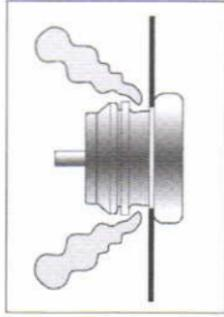

Fig. 7
Lorsque la pression est au-delà du premier niveau la soupape se soulève de son siège (fig. 7).
- APRES PLUS DE TROIS ANS ET SI LE DEUXIEME NIVEAU DE FONCTIONNEMENT SE DECLENCHE (fig. 7)
- AFTER MORE THAN THREE YEARS AND IF THE SECOND LEVEL OF OPERATION HAS OCCURRED (fig. 7)